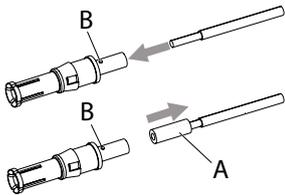
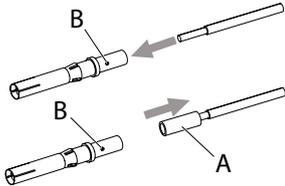

Abb. 16:
Abb. 18:
1. Die abisolierte Kabellitze in den Anschlussbereich des Kontakts einschieben (**Abb. 16** bzw. **Abb. 18**).
1. Die Reduzierhülse (A) in **Abb. 16** bzw. **Abb. 18** auf die abisolierte Kabellitze aufschieben und die Kabellitze zusammen mit der Reduzierhülse in den Anschlussbereich des Kontakts einschieben.
2. Die Kabellitze (ggf. inkl. Reduzierhülse) so tief in den Kontakt einschieben, bis diese in der Prüfbohrung (**Abb. 16/B** bzw. **Abb. 18/B**) sichtbar wird.